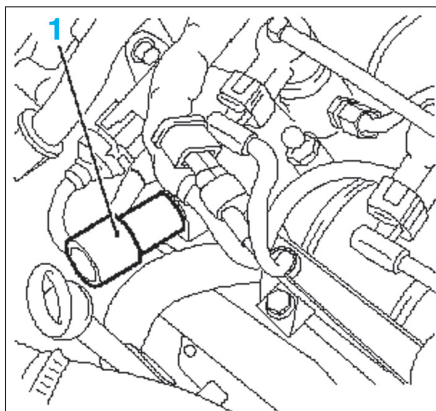

FIG. 10
- Placer la pige (1) (outil Opel : EN-46789) de calage de l'arbre à cames en lieu et place du bouchon (fig. 10).